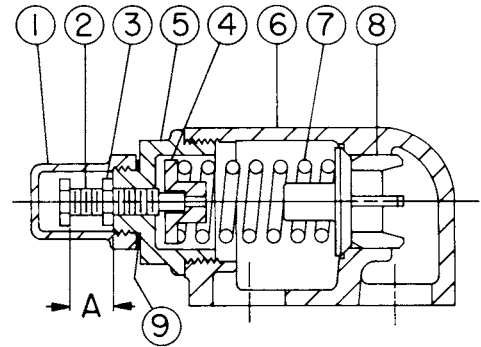

FIGURE 16 - TAILLE G, H ET HL
2. Mesurez et notez la longueur d'extension de la vis de réglage. Voir "A" sur les Figures 16, 17 et 18.